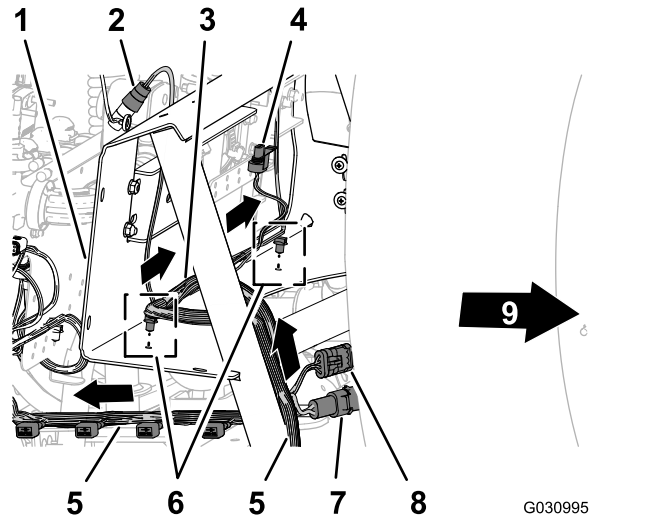

Bild 106
1. Verlegen Sie den 218,4-cm-Zweig des Kabelbaums an der Innenseite der Stützstrebe für die Ventilbefestigung und nach hinten zur 10-Ventil-Befestigung, wie in Bild 106 abgebildet.
2. Verlegen Sie den 75,5-cm-Kabelbaumzweig für das Durchflussmessgerät und das Rührwerkventil über die Vorderseite der Verteilerbefestigung (Bild 106).
unteren Flansch der Verteilerbefestigung (Bild 106).